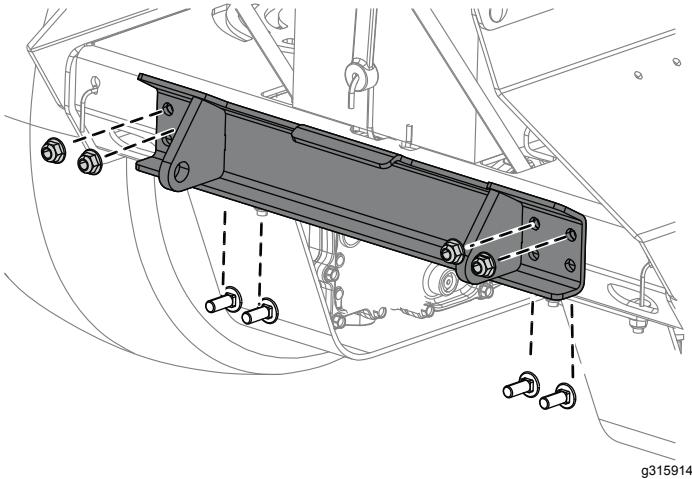

Figura 2
1. Instale a placa posterior na estrutura traseira inferior da máquina utilizando quatro parafusos e quatro porcas (Figura 2).